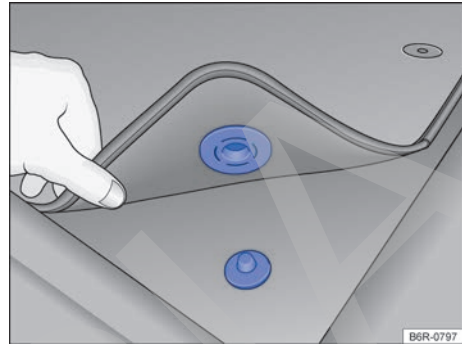

Fig. 16 Alfombra delantera del lado del conductor con fijación al perno de la alfombra.
- ✓ Acomode bien la alfombra en la zona reposapiés del lado del conductor para que no obstruya la zona de los pedales. Dependiendo de la versión del vehículo, la alfombra delantera del lado del conductor puede tener fijación al perno de la alfombra → **fig. 16**.